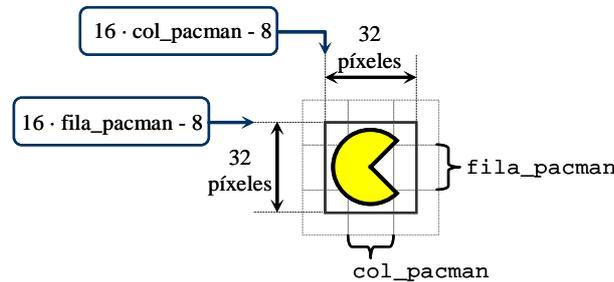

Figura 15.10: Coordenadas del *pac-man* ampliado
Por último sólo queda pintarlo. En el proceso que asigna los colores de la VGA ya no podemos seleccionar el área del *pac-man* basándonos en la fila y columna de la cuadrícula (`fila_cuad=fila_pacman` y `col_cuad=col_pacman`) ya que ahora el *pacman* ocuparía también parte de las ocho cuadrículas adyacentes, tal como se puede ver en la figura 15.10. Por lo tanto, ahora tenemos que calcular los píxeles y líneas de la pantalla donde empezaría a dibujarse la imagen (referidos a la pantalla y no a la cuadrícula).
La figura 15.10 muestra en qué píxel de la pantalla hay que empezar a mostrar el *pac-man*, simplemente hay que restar 8 (la mitad de una celda) a la columna y a la fila de la VGA
- Para pintar el *pac-man* se calculan sus coordenadas como se hizo en la figura 15.10 pero al valor de la columna se le resta el valor de  $pacm\_px1mov$ .